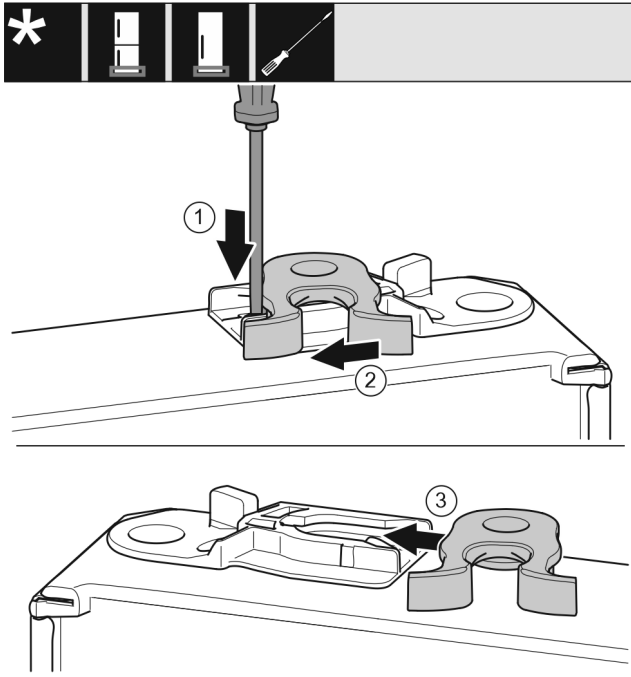

Fig. 24 *
- Lasche Fig. 24 (1) mit Schlitzschraubendreher nach unten drücken.*
- Schließhaken Fig. 24 (2) aus Führung ziehen.*
- Schließhaken Fig. 24 (3) auf anderer Seite in Führung schieben.*